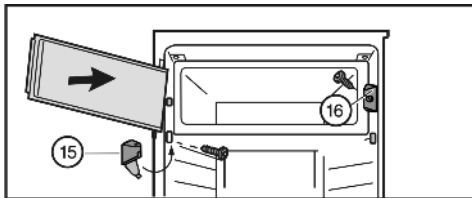

Fig. 8
- ▶ Монтирайте затварящия елемент *Fig. 8 (16)*.
- ▶ Монтирайте лагерната стойка *Fig. 8 (15)* и затворете капака.